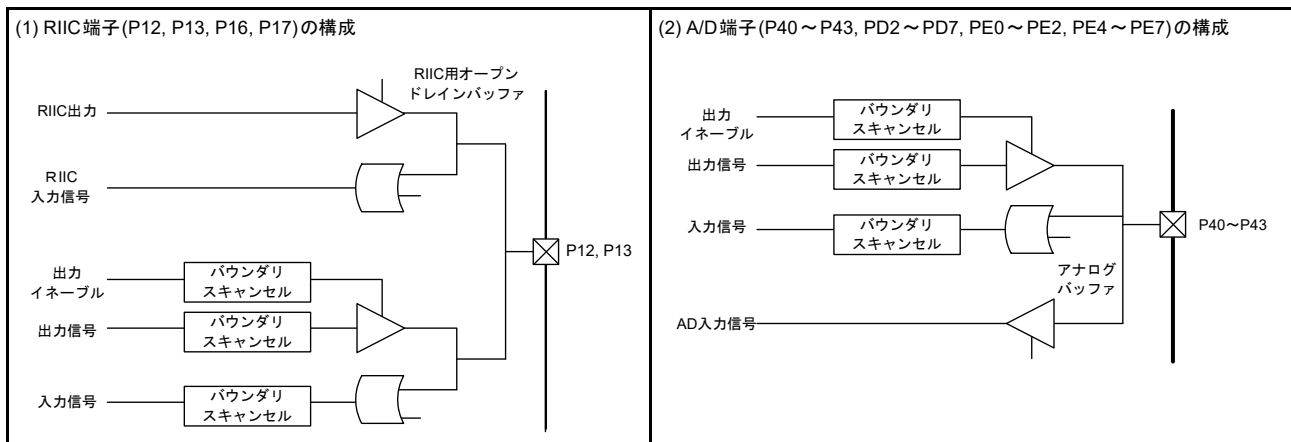

図 4.4 各端子の構成
- (14) 複合ポートの場合、バウンダリスキャンの規格を守るように注意してください。RIIC 端子との複合ポート端子構成 (P12, P13, P16, P17) を図 4.4 (1) に示します。P12、P13、P16、P17 を RIIC 端子 (SCL0[FM+], SCL2, SDA0[FM+], SDA2) として使用した場合、バウンダリスキャン機能をご使用の際は、オープンドレイン出力との衝突、回り込みに注意してください。
- (15) P40 ~ P43、PD2 ~ PD7、PE0 ~ PE2、PE4 ~ PE7 端子構成を図 4.4 (2) に示します。P40 ~ P43、PD2 ~ PD7、PE0 ~ PE2、PE4 ~ PE7 を AD 入力 (AN000 ~ AN003, ANEX0, ANEX1, AN100, AN102 ~ AN107, AN110 ~ AN113) として使用した場合、バウンダリスキャン機能をご使用の際は、AD 入力との衝突、回り込みに注意してください。
- (16) MD 端子は HIGHZ オプションを使用することができません。